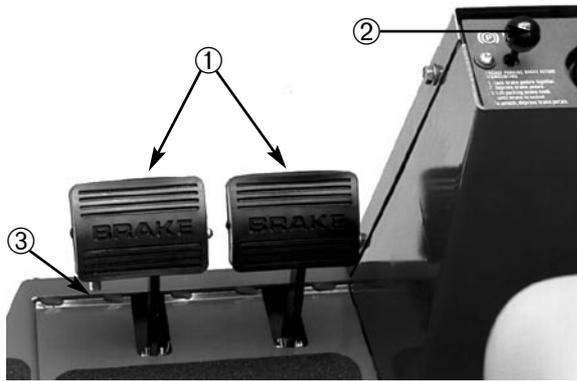

Fig. 14
**Pedali dei freni** (Fig. 14)—Due pedali azionano i singoli freni delle ruote per agevolare lo sterzo, il parcheggio e la trazione su pendii. Un perno di bloccaggio collega i pedali per la funzione di freno di stazionamento e di trasporto.
**Blocco del freno di stazionamento** (Fig. 14)—La manopola a sinistra della consolle aziona il blocco del freno di stazionamento. Per innestare il freno di stazionamento, collegare i pedali con il perno di bloccaggio, premere su entrambi i pedali, ed estrarre il blocco. Per rilasciare il freno di stazionamento, premere su entrambi i pedali finché il blocco non si retrae.